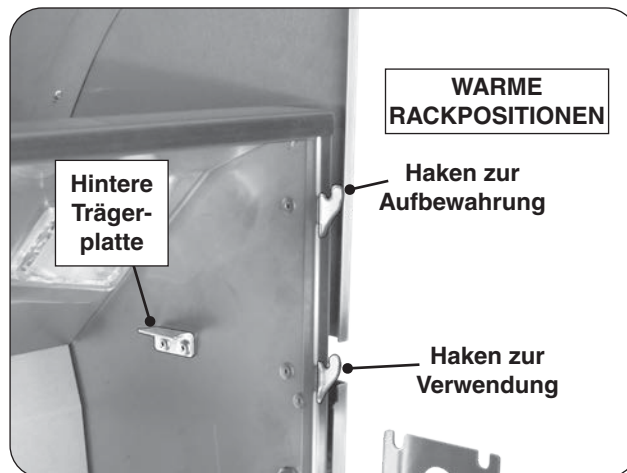
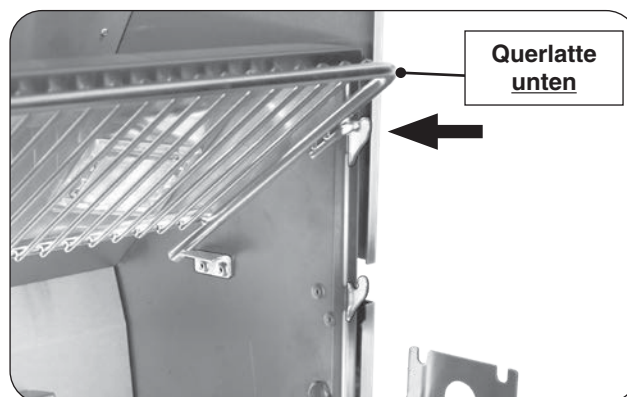

Abb. 24-2 Rack-Haken erwärmen
Abb. 24-4 Stellen Sie den Wärmeständer in die Aufbewahrungsposition
1. Suchen Sie die Wärmeständerhaken und hinteren Stützen am oberen Teil des Grillofens (siehe Abb. 24-2).
Verwenden Sie die oberen Haken zur Aufbewahrung (siehe Abb. 24-2 und Abb. 24-4).